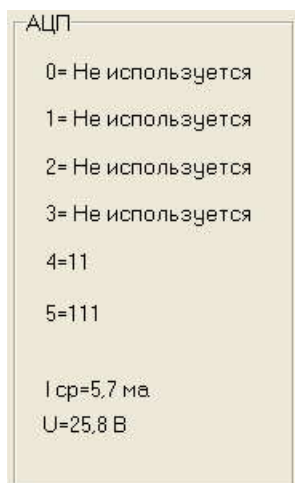

Рисунок 25 – Панель "АЦП"
1.7.1. **Контроль тока потребления.** Ток потребления контроллера связи отображается на панели АЦП в строке “I ср=X мА”, где X — значение тока потребления контроллера связи в миллиамперах (Рисунок 25). Значение тока потребления считается нормальным, если оно не